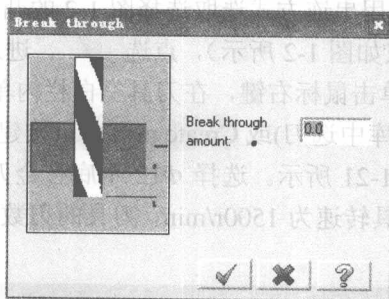

图 1-15 突破量对话框
(9) 点选 **Break thru...**, 设置突破量, 如图 1-15 所示。设置突破量参数可使外形材料清除得更彻底。